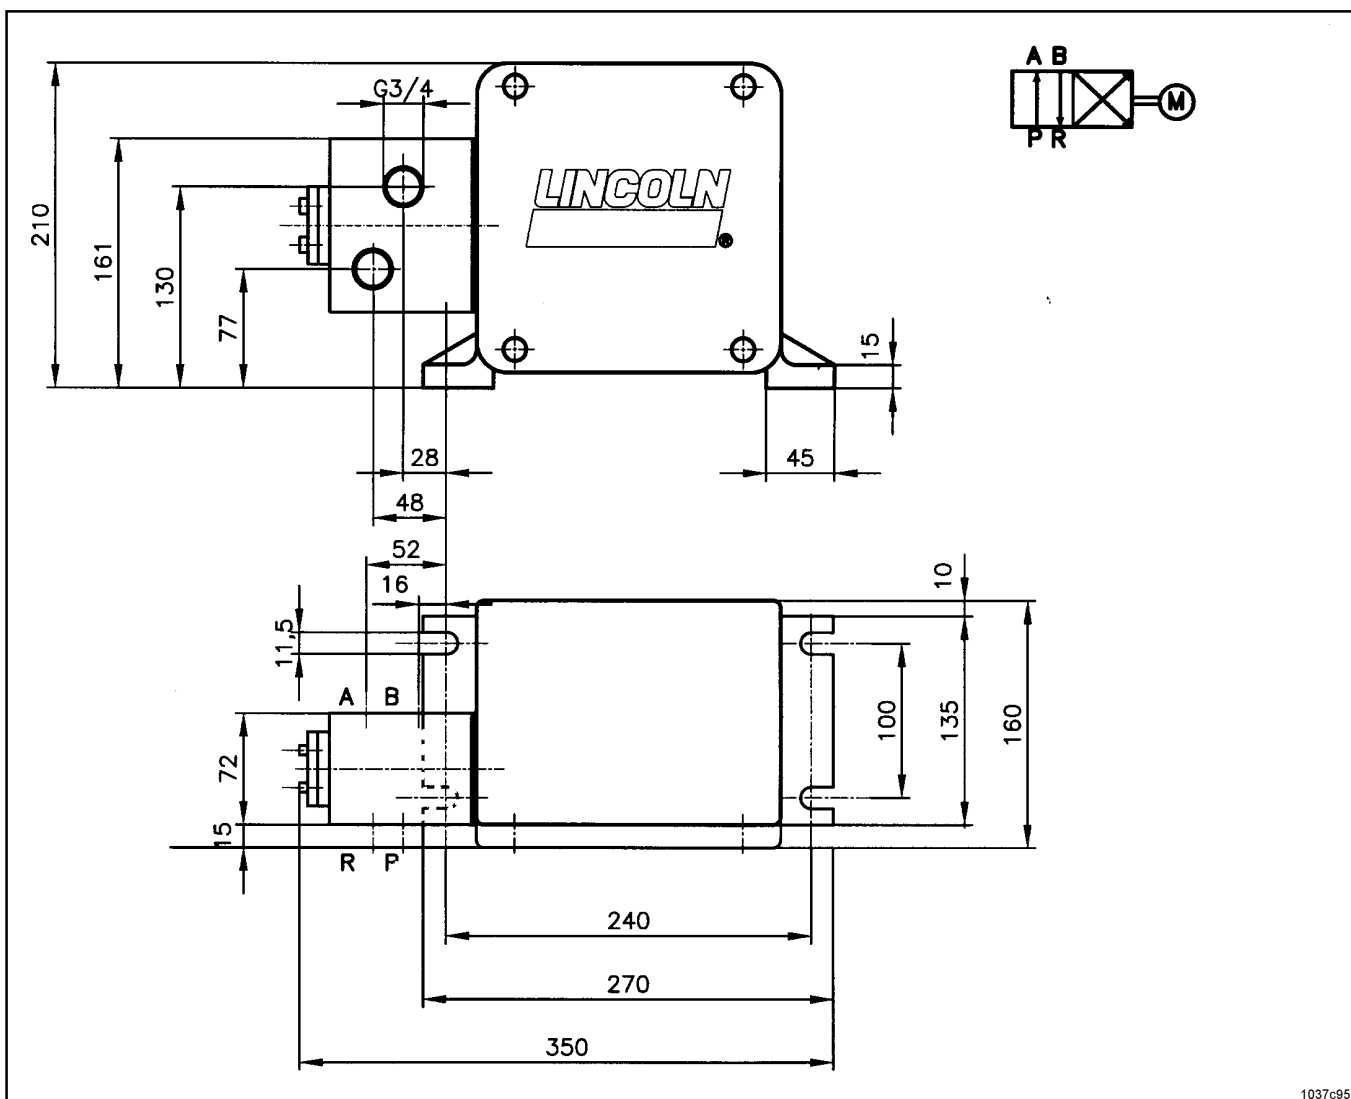

Fig. 5: cotes de montage EM-U2
- Pour l'installation de la vanne EM-U2, prêter attention aux cotes de montage indiquées à la fig. 5.